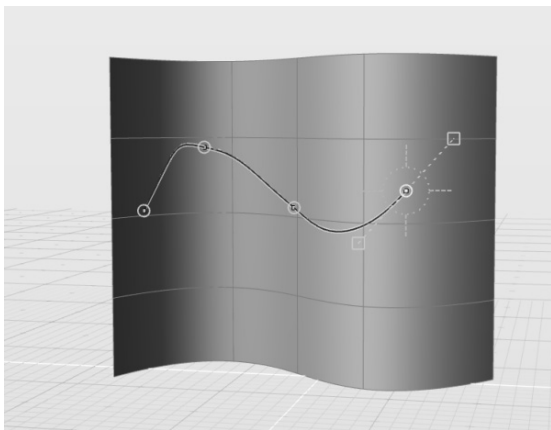

图 3-83 在表面上绘制一条曲线
2) 使用“表面上的曲线”工具，在“曲面#1”上绘制一条曲线，如图 3-83 所示。